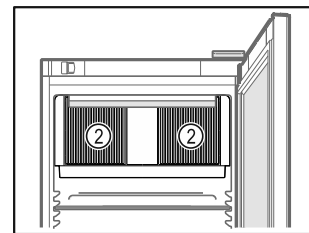

Fig. 64
- ❑ Mantenere libere le fessure di ventilazione Fig. 64 (2) della ventola di ricircolo nel vano interno.